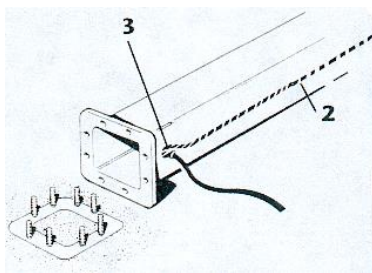

fig. 26
- b. Nel caso il cavo **1** provenisse dall'esterno, introdurre lo stesso nella colonna tramite l'apposito passacavo **3** posto alla base della colonna, fino a raggiungere il foro **2** alla sommità (fig. 26)
1. A fissaggio della contropiastra avvenuto inserire, quando previsto, il cavo elettrico di alimentazione **1** nella colonna posizionata al suolo e farlo fuoriuscire dal foro posto alla sommità della colonna, in base alle seguenti disposizioni di lay-out: nel caso il cavo **1** provenisse dall'esterno, introdurre lo stesso nella colonna tramite l'apposito passacavo **3** posto alla base della colonna, fino a raggiungere il foro **2** alla sommità (fig. 26)